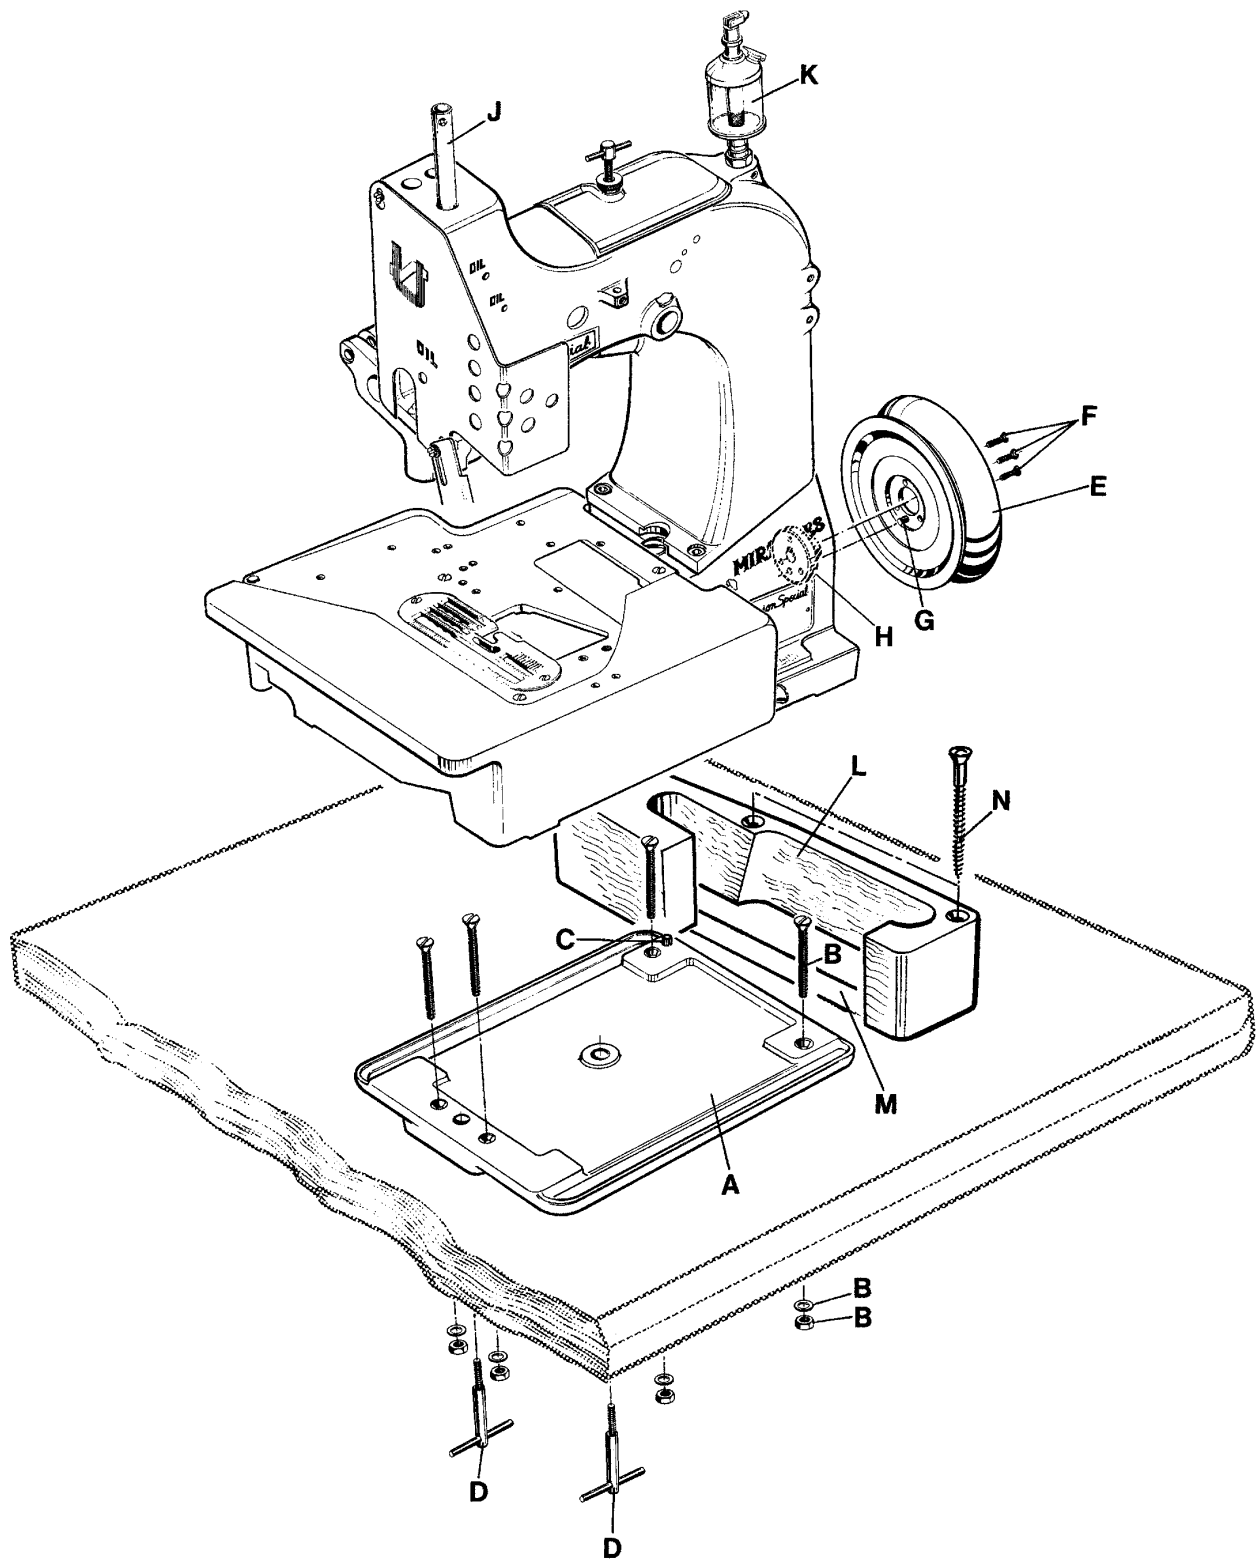
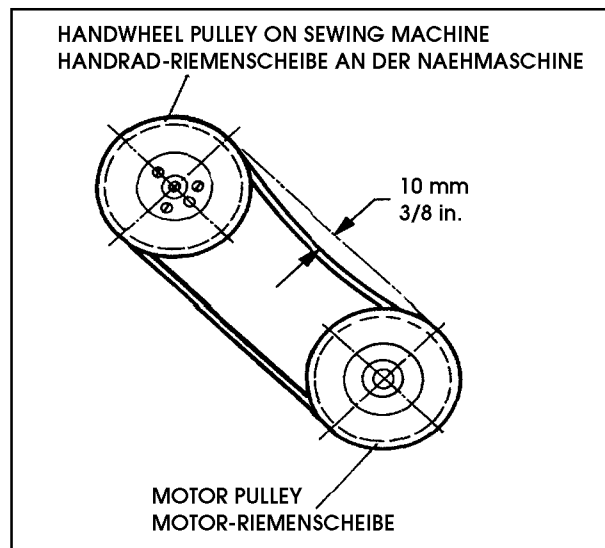

Fig. 1
Fig. 2
2. Mount the base plate (A, Fig. 1) with four screws, nuts and washers (B) in the provided holes on the table board.
3. Place the sewing machine on the base plate so that the roll pin (C) in the base plate engages with the right rear hole in the machine base.
4. Fasten the sewing machine with the two T-screws (D) on the base plate.
6. Assemble the handwheel pulley (E) with three countersunk screws (F) to the sewing machine. Pin (G) must engage with the hole in hub (H).
7. Screw in needle bar guard (J).
8. Screw in sight feed oiler (K).
9. Align the handwheel belt guard (L) with the V-belt slot (M) in the table board and with the handwheel pulley and fasten it with two wood screws (N) on the table board.
10. Dismount motor belt guard. Place the V-belt around the motor pulley and slue the motor to tense the belt. The tension on the V-belt is correct, when with moderate finger pressure it will deflect approx. 10 mm (3/8 in.) midway between handwheel pulley on the sewing machine and motor pulley (see Fig. 2). Remount motor belt guard.
2. Montieren Sie die Grundplatte (A, Fig. 1) mit vier Schrauben, Muttern und Scheiben (B) in den dafür vorgesehenen Bohrungen auf der Nähtischplatte.
3. Stellen Sie die Nähmaschine auf die Grundplatte, so daß die Spannhülse (C) in der Grundplatte in der Bohrung rechts hinten im Maschinensockel eingreift.
4. Befestigen Sie die Nähmaschine mit den beiden Knebelschrauben (D) auf der Grundplatte.
6. Montieren Sie die Handrad-Riemenscheibe (E) mit drei Senkschrauben (F) an die Nähmaschine. Der Stiff (G) muß in die Bohrung in der Nabe (H) eingreifen.
7. Schrauben Sie den Nadelstangenschutz (J) ein.
8. Schrauben Sie den Tropföler (K) ein.
9. Richten Sie den Handrad-Riemenschutz (L) zum Keilriemenschlitz (M) in der Nähtischplatte und zur Handrad-Riemenscheibe aus und befestigen Sie ihn mit zwei Holzschrauben (N) auf der Nähtischplatte.
10. Bauen Sie den Motor-Riemenschutz ab. Legen Sie den Keilriemen um die Motor-Riemenscheibe und schwenken Sie den Motor, um den Riemen zu spannen. Der Keilriemen ist richtig gespannt, wenn er in der Mitte zwischen Handrad-Riemenscheibe und Motor-Riemenscheibe mit mäßigem Fingerdruck etwa 10 mm eingedrückt werden kann (siehe Fig. 2). Bauen Sie den Motorriemenschutz wieder an.